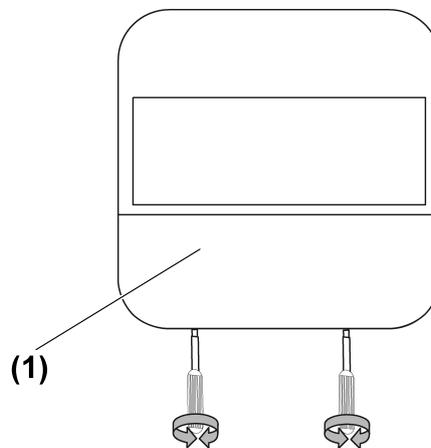

Bild 10: Demontage Abdeckung
- Abdeckung (1) abnehmen (Bild 10).